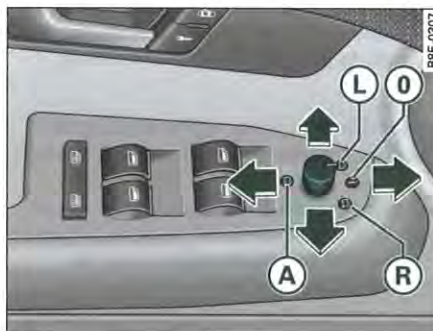

Fig. 86 Vue partielle de l'accoudoir : bouton rotatif
- Tournez le bouton rotatif en position ⇒ fig. 86 **(L)** (rétroviseur côté conducteur) ou en position **(R)** (rétroviseur côté passager).
Lorsque vous engagez la marche arrière, le miroir du rétroviseur bascule légèrement vers le bas si le système est réglé sur le rétroviseur côté passager (bouton rotatif en position **(R)** ⇒ *page 89*, fig. 86). Vous pouvez ainsi voir le bord du trottoir lorsque vous voulez faire un créneau.